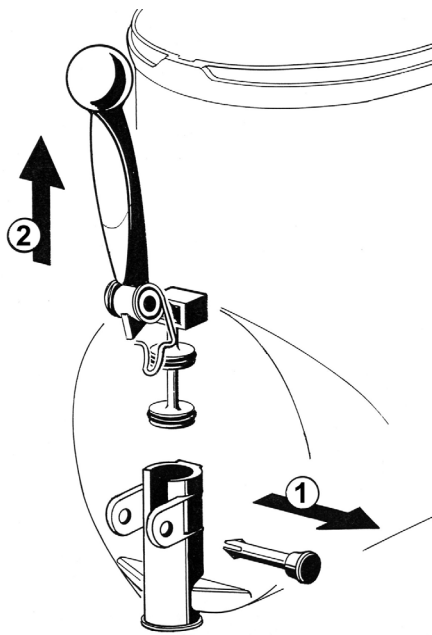

figura 12
tirando la palanca hacia arriba. (ver figura 12).
**3** Armar de nuevo el grifo sobre el contenedor siguiendo la secuencia inversa a la detallada para el desmontaje (vedere figura 12).